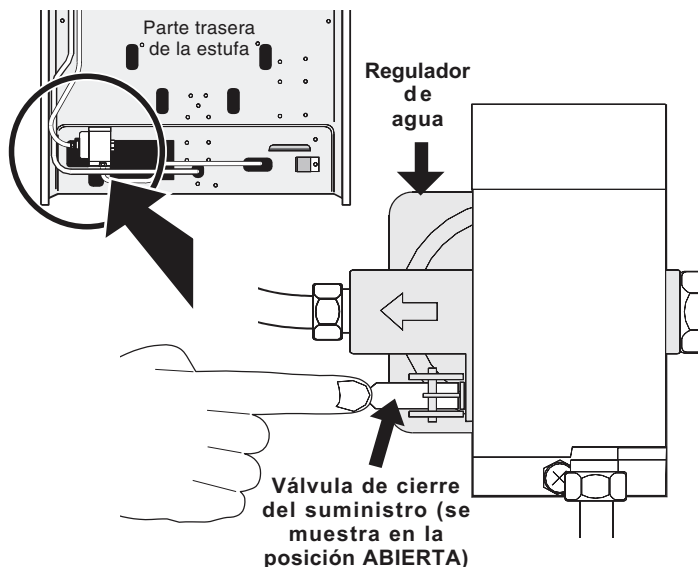

Fig. 11
- f. Asegúrese de que **la válvula de cierre del suministro en el regulador de presión esté en la posición ABIERTA** (vea la Fig. 11).